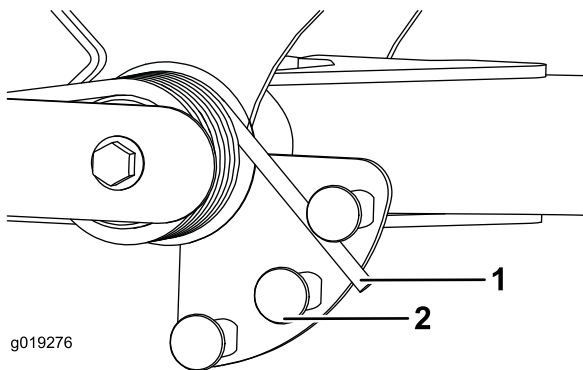

Figura 38
2. Inserite un tubo o un oggetto simile sull'estremità della molla lunga e giratelo attorno all'attuatore della molla nella posizione desiderata (Figura 38).